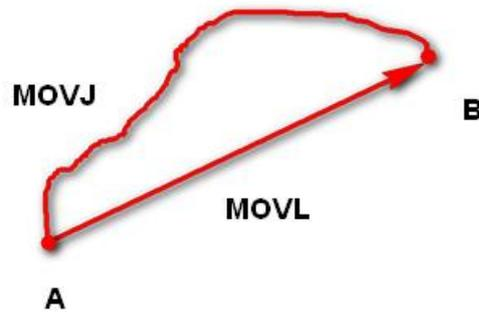

图 2.5 MOVL 和 MOVJ 运动模式
- MOVJ：关节运动，由A点运动到B点，各个关节从A点对应的关节角运行至B点对应的关节角。关节运动过程中，各个关节轴的运行时间需一致，且同时到达终点，如图 2.5所示。
- **MOVL:** 直线运动，A点到B点的路径为直线，如图 2.5所示。